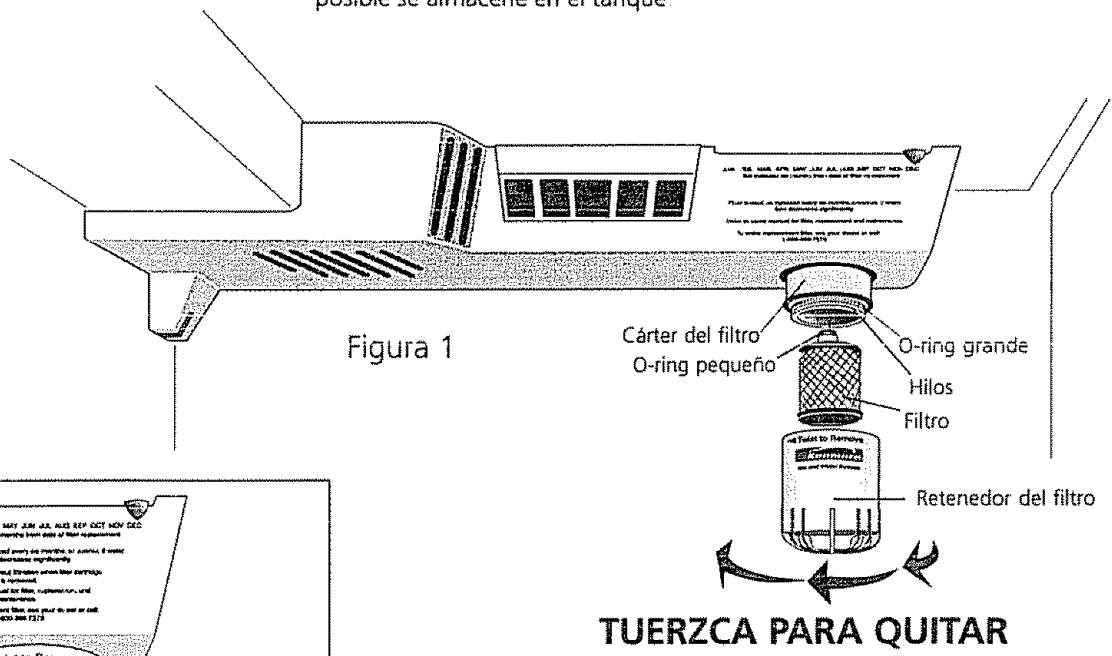

Figura 1
Este sistema de filtración de hielo y agua filtra el agua de su máquina de hacer hielo y del distribuidor de agua. Está ubicado en el rincón posterior derecho y superior del compartamento de alimentos frescos (véase la figura 1 en la siguiente página)
El suministro de agua no tiene que estar cerrado; sin embargo, no use el distribuidor de hielo y agua mientras se está instalando el filtro. Consulte la figura 1 mientras sigue estas instrucciones
3. Destornille el retenedor del filtro en sentido contrario a las agujas del reloj (figura 1). Si tiene dificultades en destornillar el filtro, use la llave incluida en el bolso de piezas (figura 2).
Consulte la Figura 1 como sea necesario.
2. Retenga el retenedor del filtro firmemente, y desatornillelo a la izquierda (Figura 1). Si es necesario, use la llave incluida en el bolso de piezas (Figura 2) (Un poco de agua podría escapar mientras se quita el retenedor. Esto es normal.) El filtro se desasirá con el retenedor. Si no se desase, tírelo suavemente mientras se tuerce de aquí para allá.